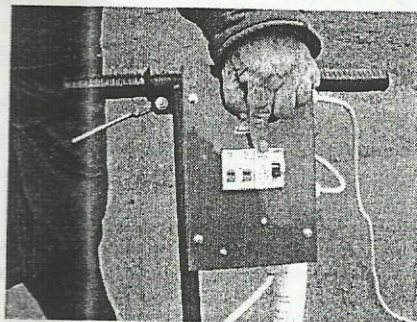

Рисунок 8
Перед началом работы не реже 2-х раз в месяц необходимо проверить исправность УЗО (F), который показан на рисунке 7. Для этого включаем машину, нажимаем на кнопку Т «ТЕСТ» (рисунок 8), немедленное срабатывание (отключение УЗО) свидетельствует о том, что аппарат в исправном состоянии.